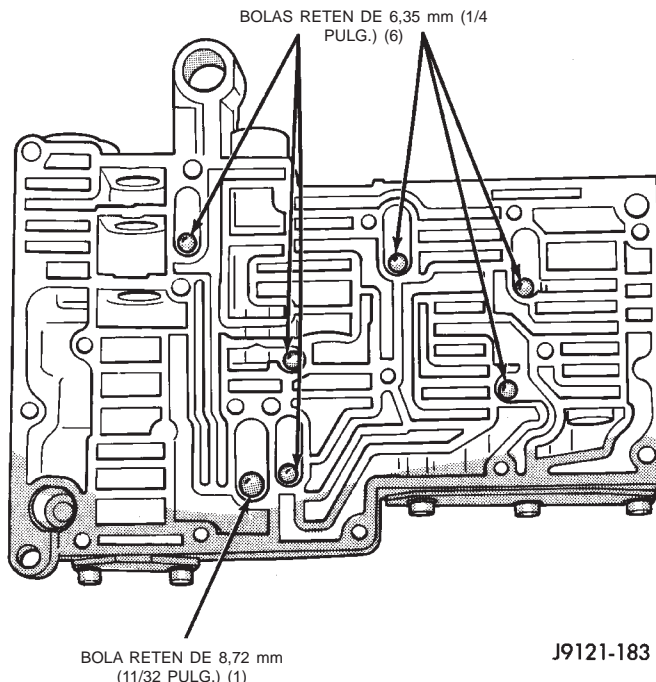

Fig. 62 Posición correcta de las bolas retén del cuerpo de válvulas
(25) Coloque una bola retén de 8,72 mm (11/32 pulg.) y seis bolas retén de 6,35 mm (1/4 pulg.) en las cavidades correspondientes del cuerpo de válvulas (Fig. 62).